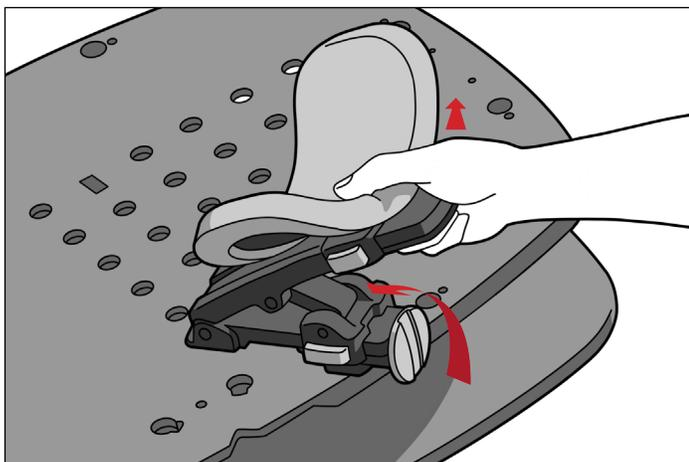

FIGURE 23
1. Pour retirer le(s) repose-bras, desserrer le bouton, faire pivoter le repose-bras de manière à l'aligner avec l'encoche située sur le côté de la surface patient et tirer le repose-bras pour le dégager des trous de la surface patient. (Figure 23)